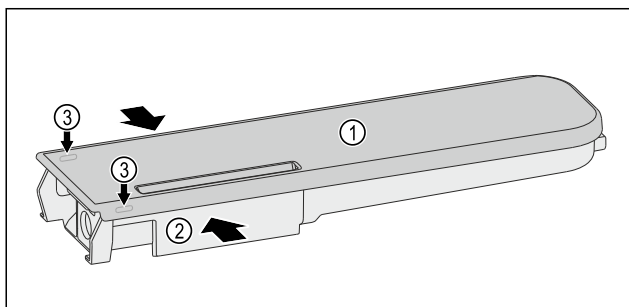

Fig. 231
- ▶ Сожмите бак для воды Fig. 231 (2) и осторожно возьмите крышку Fig. 231 (1) за фиксирующие выступы Fig. 231 (3) и потяните ее вверх.
- ▶ Слегка подвигайте крышку Fig. 231 (1) вперед и назад и снимите, приподняв вверх.